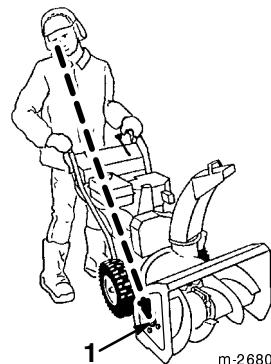

Figure 27
10. Vérifiez que la tarière et la roue hélice ne tournent pas quand la manette de commande de tarière/roue à hélice est débrayée. Tenez-vous à la position de conduite et observez le côté du carter de la tarière (Fig. 17). Une grande tête de vis sur le côté du carter tourne chaque fois que la tarière et la roue hélice tournent (Fig. 27). Si la tarière et la roue hélice tournent alors que le moteur est en marche et la manette de commande de tarière/roue hélice est débrayée, arrêtez immédiatement la déneigeuse. Reportez-vous à la rubrique *Réglage de la courroie d'entraînement de tarière/roue hélice*, page 23. Si le problème persiste, portez la déneigeuse chez un réparateur Toro agréé pour la faire réviser.